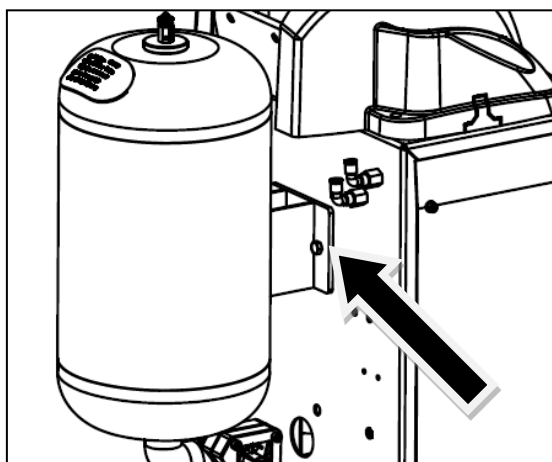

図 4
- サイドパネルを取り外し、M8x20 ボルト 2個、フラットワッシャー、弾性ワッシャー、ナットを使用して、本体にエアータンクを固定します。(図4 参照)